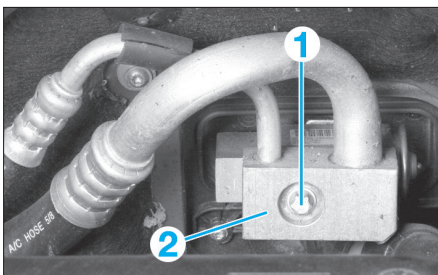

FIG. 6
- la vis de fixation (1) du détendeur (Fig.6),
- le détendeur (2) .